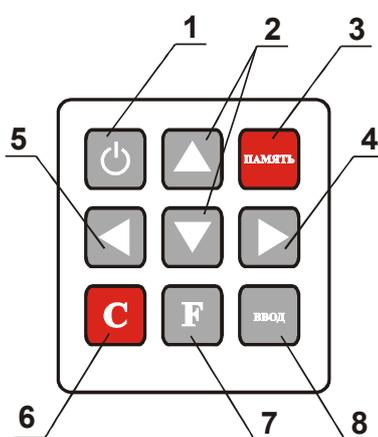

Рисунок 2 Клавиатура прибора
2.4.5 Управление прибором осуществляется с помощью девяти кнопочной пленочной клавиатуры (рисунок 2), которая располагается на передней панели прибора.